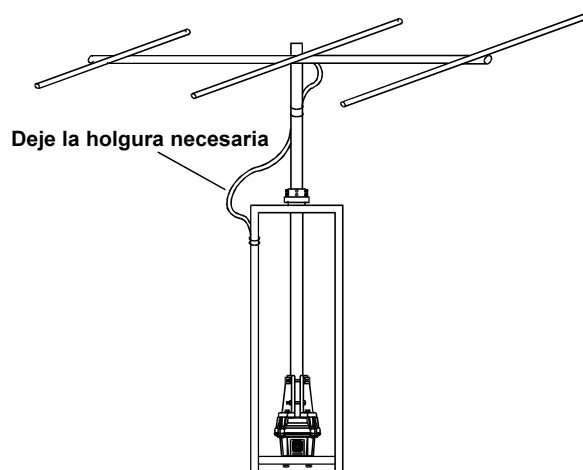

Figura 8
11. Deje suficiente holgura en el cable coaxil de modo que la antena pueda girar sobre toda su extensión de 450° sin ejercer tensión sobre esa línea (ver figura 8). Fije el cable coaxil en la torre con cinta aislante o si prefiere, con anillos para cable resistentes a la radiación ultravioleta.